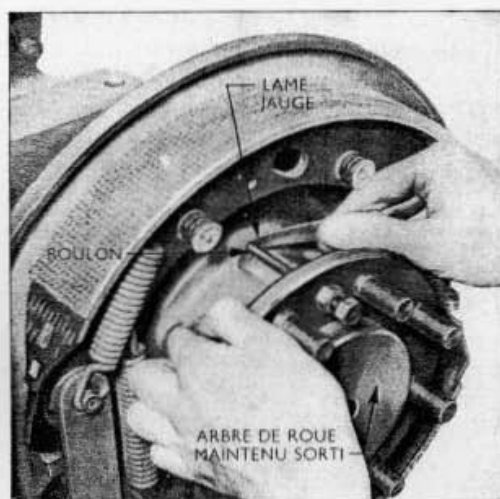

Fig. 12
11. Exercer une traction énergique sur l'arbre et faire tourner la bride pour asseoir le roulement sur sa cuvette, et mesurer l'espace entre l'extrémité du boulon et le point correspondant de l'arrêt (fig. 12). Cet interstice, qui représente le jeu axial de l'arbre, doit être de 0,10 à 0,30mm; s'il est hors de ces limites, il convient d'extraire l'arbre et d'ajouter ou d'enlever des cales sur les goujons pour augmenter ou diminuer le jeu axial.